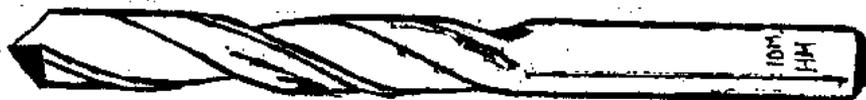

Fig. 58
b) **TALADRO DE MANO.**- Son herramientas de acción rotatoria para realizar agujeros de forma circular, mediante arranque de virutas producidas por una herramienta de dos filos llamado broca (fig.58).